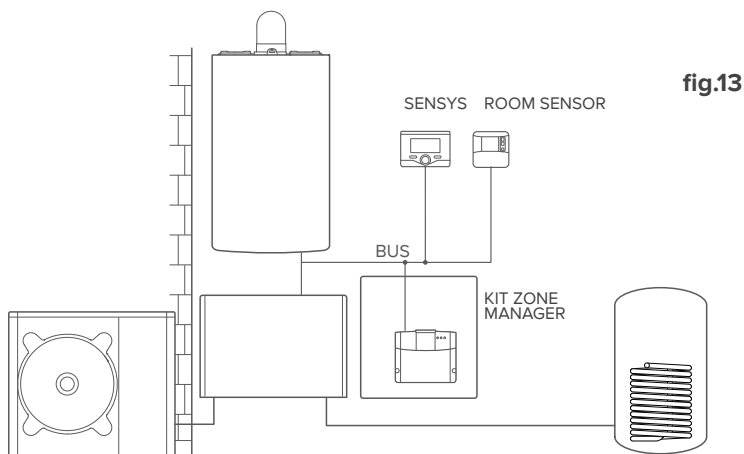

fig.13
**Tipo 7****Activación de TD y TC en un sistema híbrido con hasta 2 zonas hidráulicas controlado por dispositivos BUS BridgeNet con calentador de agua sanitaria (fig.13)**